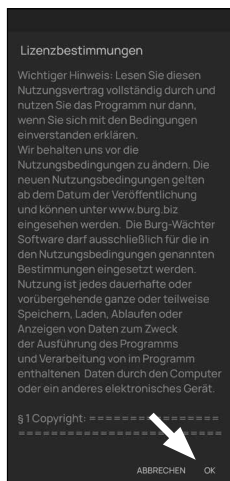

Fig. 2
- 2 Ao abrir o aplicativo pela primeira vez, você verá os termos de licença para a utilização do aplicativo. Leia-as e confirme-as com "OK" no canto inferior direito (Fig. 2).